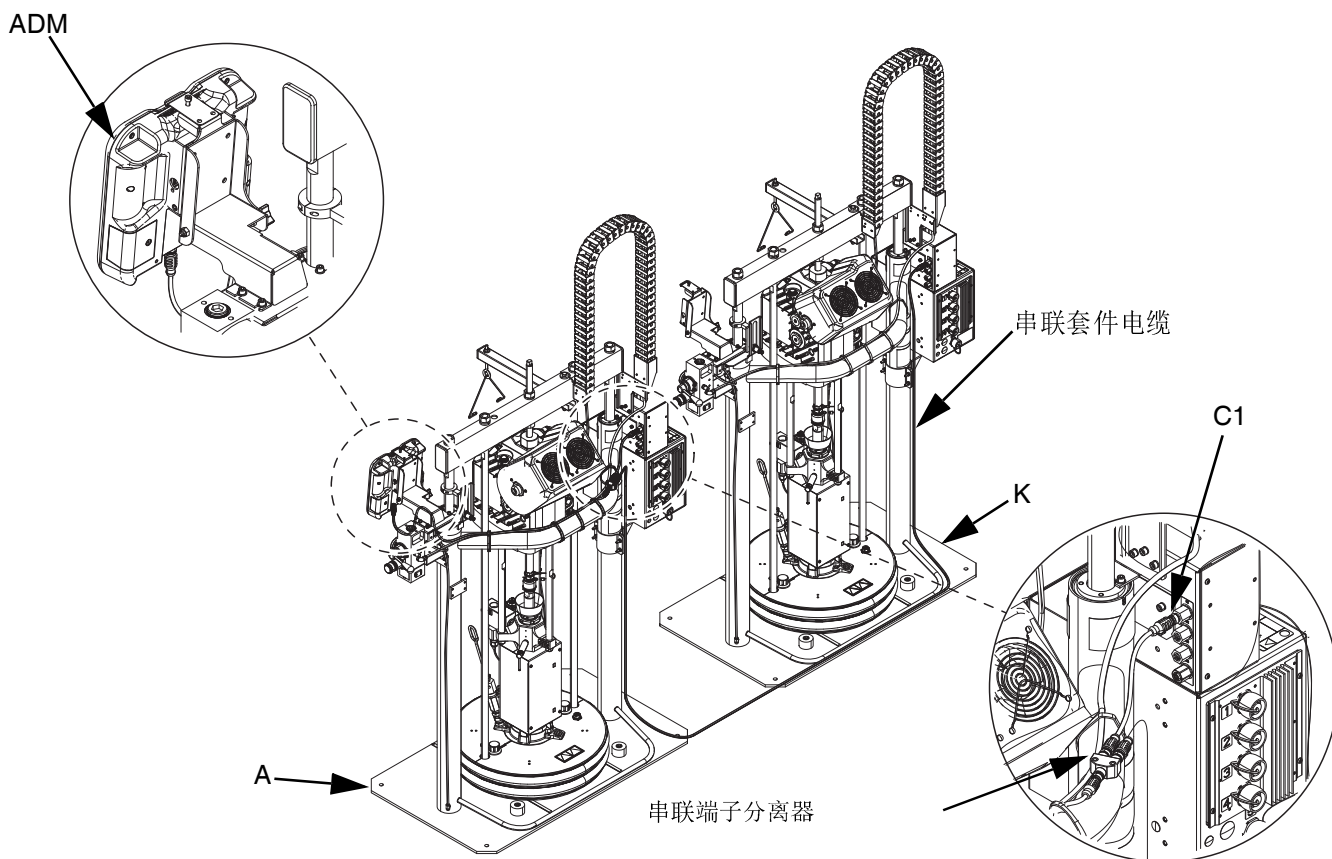

图 10：通信连接
4. 使用套件中随附的扎带将电缆固定到柱塞机架上。有关电缆布线，请参见图 10。